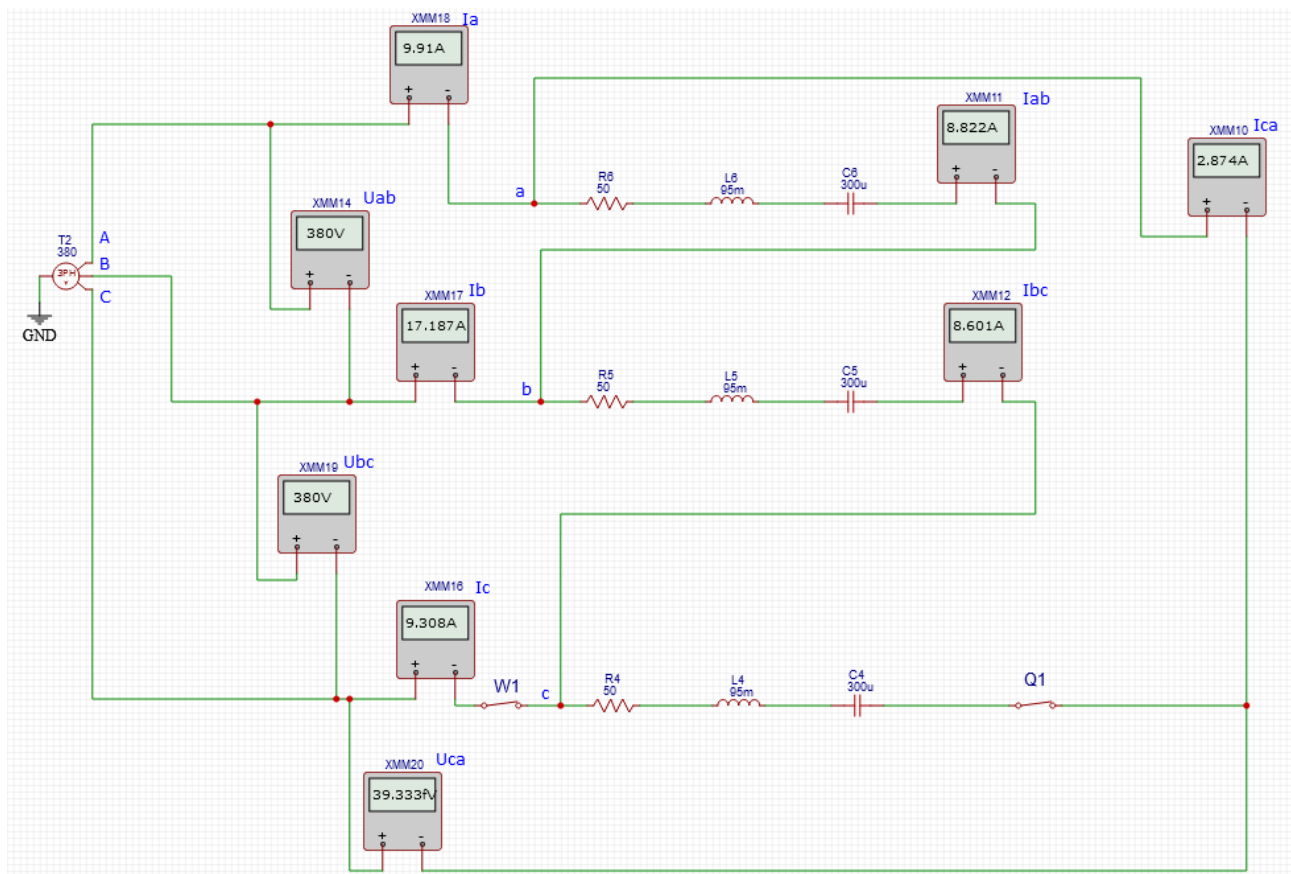

Рис. 25. Схема задания 2.
Собрать на рабочем поле среды EasyEDA схему (рис.25) для исследования трехфазной цепи в различных режимах ее работы при соединении источника и приемника по схеме звезда-треугольник.
- трехфазный источник T2: напряжение = 380 В и частоту $f = 50$ Гц (рис. 25);